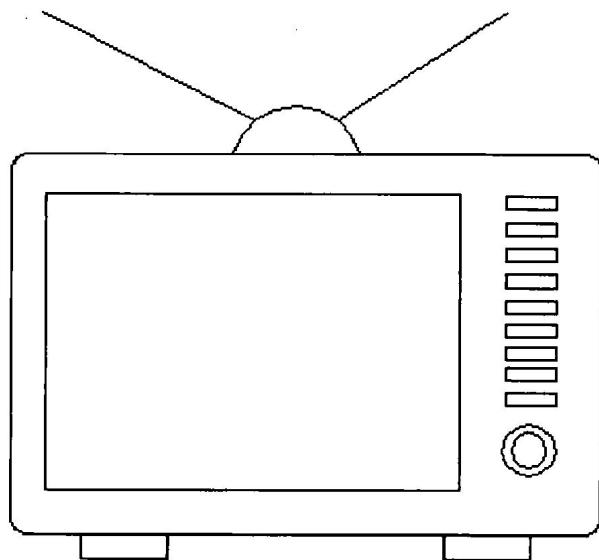

图 1-1-1
(1) 选择下列某一操作:
- (2) 在支脚上单击, 选择支脚。
- (3) 按“Enter”键。
- (4) 激活中点捕捉模式。
- (5) 在电视机的上外框线上捕捉到中点后单击, 指定镜像线上的一点。
- (6) 激活中点捕捉模式。
- (7) 在电视机的下外框线上捕捉到中点后单击, 指定镜像线上的另一点。
- (8) 按“Enter”键, 选择的支脚被镜像复制, 完成整个电视机的绘制, 如图 1-1-1 所示。